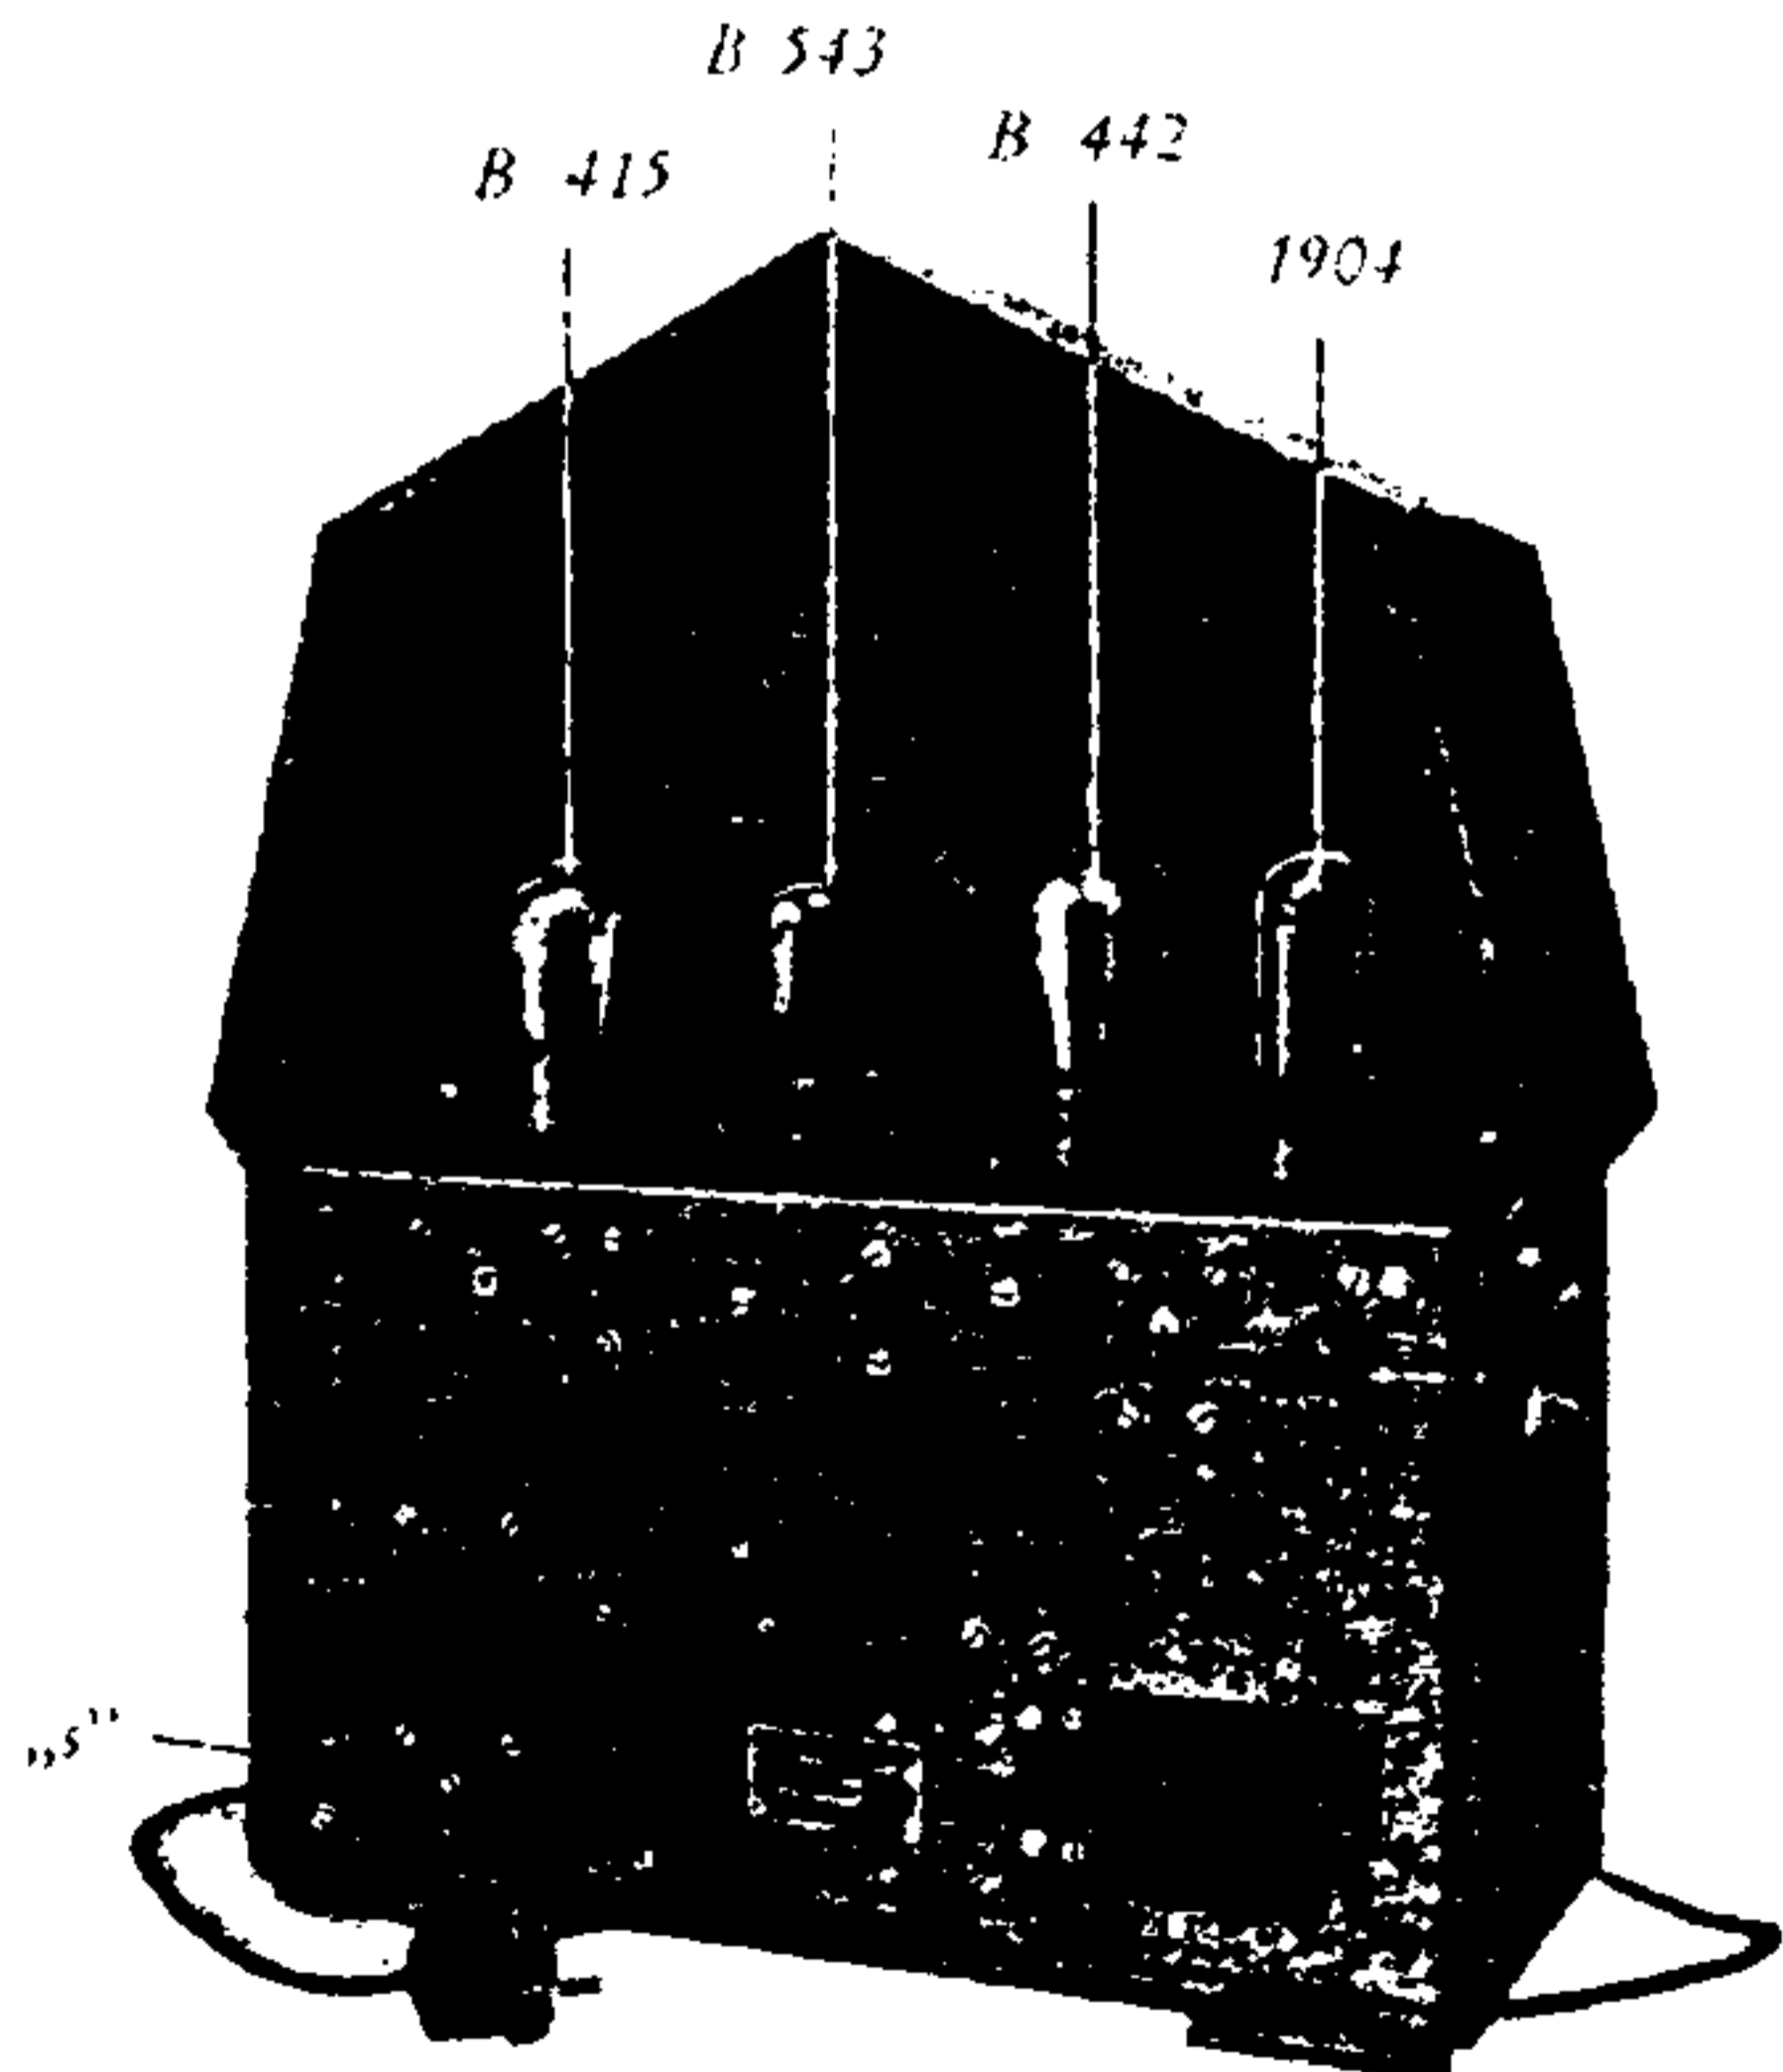

Fig. 2
De lampen moeten voorzichtig uitgepakt, en zooals in fig. 2 aangegeven, ingezet worden.
2. Indien men in den luidspreker een voortdurend brommen hoort, moet de in fig. 2 met „s” aangeduide schroef zoo ver mogelijk naar links of naar rechts worden gedraaid. (De juiste stand is afhankelijk van het feit, of de negatieve dan wel de positieve pool van het lichtnet geaard is.)